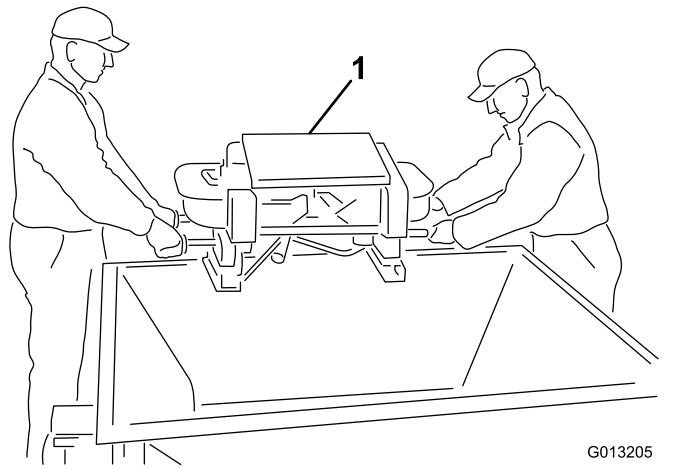

図5
4. ツインスピナーの外側についている持ち上げ用ハンドルを持って、ツインスピナーをホッパーから外して床に置く図5。